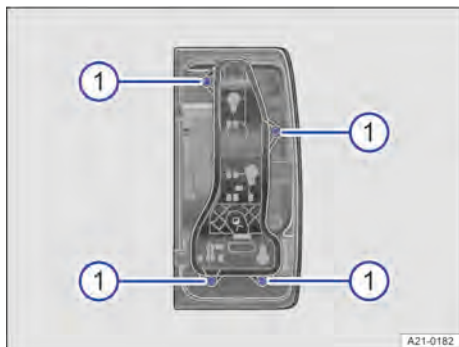

Fig. 159 Na lanterna traseira: desprender o suporte da lâmpada.
7. Com a chave de fenda, remover quatro parafusos do suporte da lâmpada → Fig. 159 ①.
10. Encaixar o suporte da lâmpada na lanterna traseira e rosquear firmemente → Fig. 159 ①.